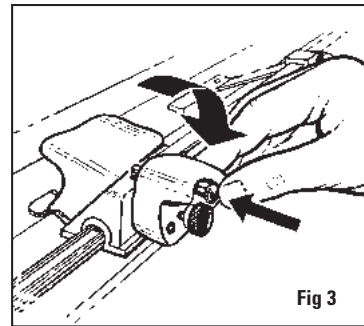

Fig 3
3. Deslice la cabeza de corte hasta más allá del extremo más alejado del tablero de lámina perimétrica y rote el sujetador de la cuchilla de corte recto hasta que el pasador de seguro abraque sobre la parte alta de la cabeza de corte asegurando el sujetador de cuchilla en la posición de corte. Fig. 3
3. Far scorrere la testa di taglio oltre l'estremità del cartoncino e ruotare verso il basso il portalamina per tagli diritti finché il perno di bloccaggio non scatti in cima alla testa di taglio bloccando il portalamina in posizione di taglio. Fig. 3
5. Faites glisser la tête de découpe de façon à ce que le bord du métal près du point vert sur la plaque repère soit exactement sur la ligne tracée. Fig. 3
6. point vert de la plaque repère soit exactement sur la ligne tracée. Fig. 3